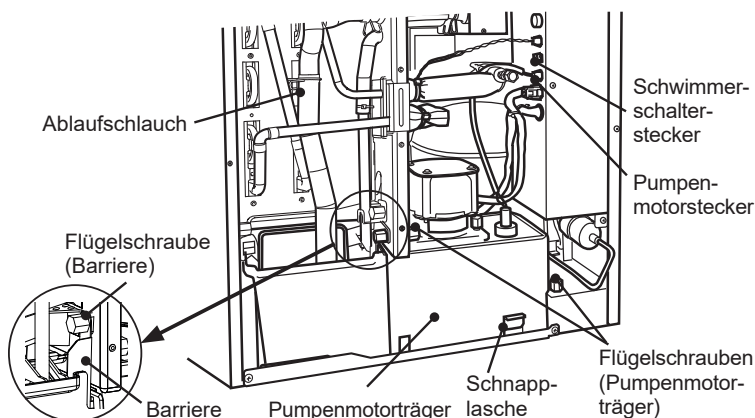

Abb. 3
- 2) Die beiden Flügelschrauben lösen, die den Pumpenmotorträger sichern. Die Flügelschraube lösen und die Barriere abnehmen. Siehe Abb. 3.
Darauf achten, dass der Ablaufschlauch hinter dem Kupferrohr verläuft, den Schlauch anschließen und sichern. Siehe Abb. 3. Andernfalls kann sich der Ablaufschlauch in der Frontisolierung verfangen und schlechte Ergebnisse verursachen.